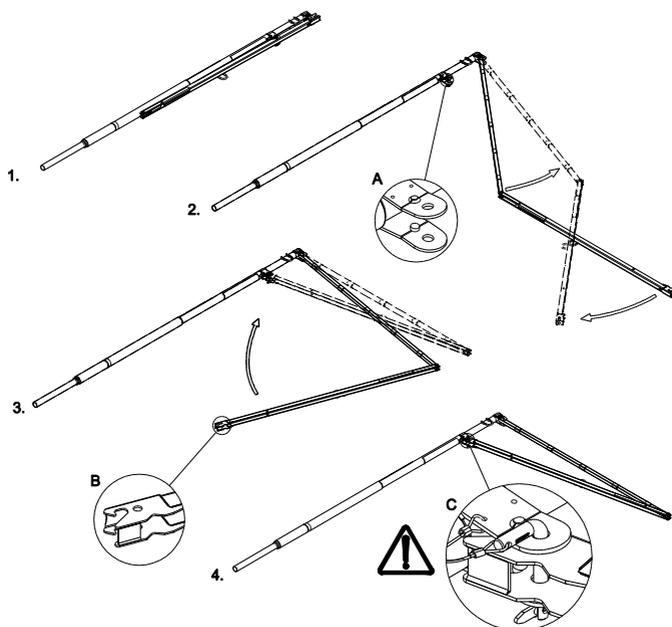

Рис.30. Процесс сборки устройства СкайРич на земле.
1. Установка устройства СкайРич выполняется в четыре простых действия, см. Рис. 30.